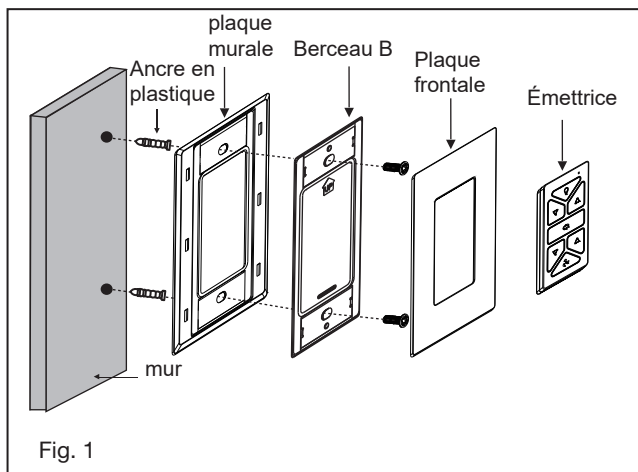

Fig. 1
- 1 Tout en maintenant l'ensemble LED sous votre ventilateur, effectuez les connexions des fiches polarisées : (Fig. 1)
- 2 Positionnez les encoches sur le bord intérieur de l'ensemble LED de manière à ce qu'elles correspondent aux languettes à l'extérieur du rebord du moyeu de montage. Soulevez délicatement l'ensemble LED à l'intérieur du moyeu de montage et fixez-le au ventilateur en tournant l'ensemble LED dans le sens des aiguilles d'une montre jusqu'à ce qu'il soit bien ajusté. (Fig. 1)
- 1 Sélectionnez un emplacement souhaité. Utilisez la plaque murale pour marquer l'emplacement des trous de montage. Des chevilles murales en plastique ou des vis de montage sont nécessaires pour cette application. (Fig. 1)
Retirez le panneau de l'émetteur, puis installez une pile 2032 (incluse). Vous devez utiliser une pièce de monnaie pour ouvrir ou fermer le couvercle de la batterie. Pour éviter d'endommager l'émetteur, retirez la batterie si vous ne l'utilisez pas pendant de longues périodes (Fig. 1)